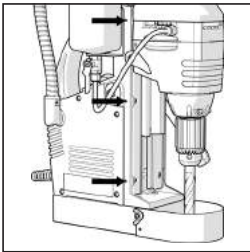

Abb. 15
**Hinweis:** Die Verriegelungs- und Einstellschrauben befinden sich am linken Rand des Hauptschlittens der Maschine. (**Abb. 15**)